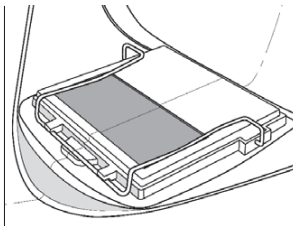

Figura 2
**Cambie el Cartucho de Sombra** (Vea la figura 2)